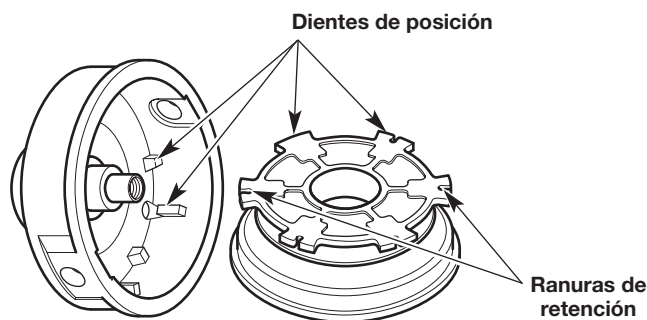

Fig. 16
- Controle los dientes de posición y las ranuras de retención para detectar si están desgastados (Fig. 16). Si es necesario, elimine las rebabas o reemplace el carrete interior y la bobina exterior.